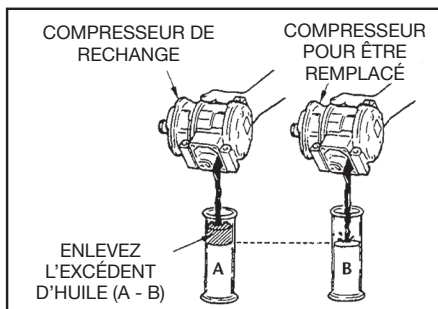

fig. 1
**REMARQUE :** Le compresseur contient déjà une charge complète de lubrifiant frigorigène, cependant vous devez comparer le niveau de lubrifiant du nouveau compresseur avec celui du compresseur qui est remplacé (Voir fig.1).